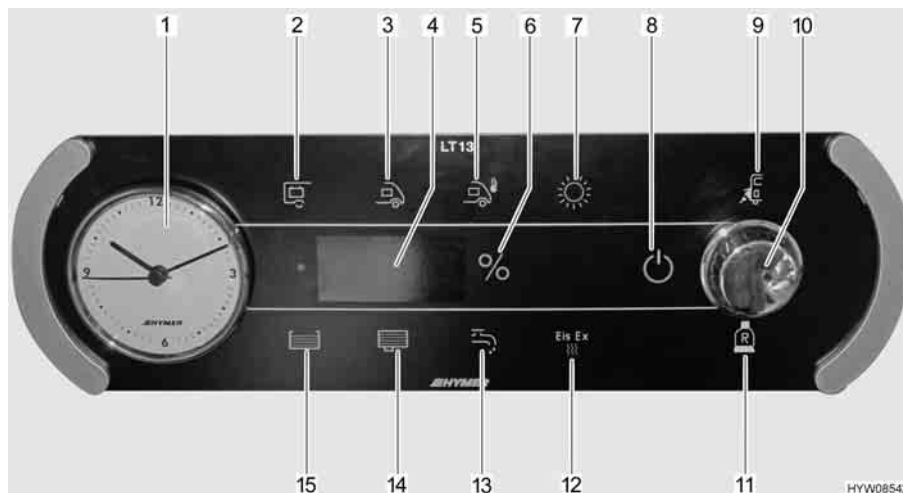

Fig. 119 Pannello di controllo (LT 13)
Il pulsante a rotazione (Fig. 119,10) inserisce o disinserisce il pannello di controllo e l'alimentazione a 12 V dell'abitacolo.
Accensione: ■ Premere il pulsante a rotazione (Fig. 119,10): L'alimentazione a 12 V dell'abitacolo è inserita. La spia di controllo a 12 V (Fig. 119,8) diventa verde.
Spegnimento: ■ Premere il pulsante a rotazione (Fig. 119,10): L'alimentazione a 12 V dell'abitacolo è disinserita. La spia di controllo a 12 V (Fig. 119,8) si spegne.
- Ruotare il pulsante a rotazione (Fig. 119,10), finché non si accende il simbolo pompa acqua (Fig. 119,13). Sull'indicatore compare lo stato di commutazione attuale ("ON" oppure "OFF").
- Ruotare il pulsante a rotazione (Fig. 119,10), finché non si accende il simbolo Eis-Ex (Fig. 119,12). Sull'indicatore compare lo stato di commutazione attuale ("ON", "AUTO" oppure "OFF").
Il simbolo controllo di rete (Fig. 119,9) è acceso quando il veicolo è alimentato con tensione di rete a 230 V. Le batterie vengono caricate.
Il simbolo bombola del gas di riserva (Fig. 119,11) è acceso quando viene utilizzata la bombola del gas di riserva.
- Ruotare il pulsante a rotazione (Fig. 119,10), finché non si accende il simbolo temperatura esterna (Fig. 119,5). La temperatura esterna viene visualizzata sull'indicatore (ad es. "25 °C").
- Ruotare il pulsante a rotazione (Fig. 119,10), finché non si accende il simbolo batteria abitacolo (Fig. 119,2). La tensione della batteria dell'abitacolo viene visualizzata sull'indicatore (ad es. "13,8U" per 13,8 Volt).
- Ruotare il pulsante a rotazione (Fig. 119,10), finché non si accende il simbolo della batteria dell'abitacolo (Fig. 119,2). La corrente della batteria dell'abitacolo è visualizzata sull'indicatore.
- Ruotare il pulsante a rotazione (Fig. 119,10), finché non si accende il simbolo batteria d'avviamento (Fig. 119,3). La tensione della batteria d'avviamento viene visualizzata sull'indicatore (ad es. "12,1U" per 12,1 Volt).
- Ruotare il pulsante a rotazione (Fig. 119,10), finché non si accende il simbolo solare (Fig. 119,7). La corrente fornita dal pannello di controllo solare viene visualizzata sull'indicatore (ad es. "5,8A" per 5,8 Ampère).
- Ruotare il pulsante a rotazione (Fig. 119,10), finché non si accende il simbolo serbatoio acqua (Fig. 119,15). Il livello del serbatoio dell'acqua è visualizzato in percentuale sull'indicatore. Se il serbatoio dell'acqua è vuoto, l'indicatore lampeggia.
- Ruotare il pulsante a rotazione (Fig. 119,10), finché non si accende il simbolo serbatoio acque grigie (Fig. 119,14). Il livello del serbatoio delle acque grigie è visualizzato in percentuale sull'indicatore. Se il serbatoio delle acque grigie è pieno, l'indicatore lampeggia.
- ▷ Se il simbolo "%" (Fig. 119,6) lampeggia, significa che il sensore è difettoso. Pulire il sensore o chiamare il servizio clienti.